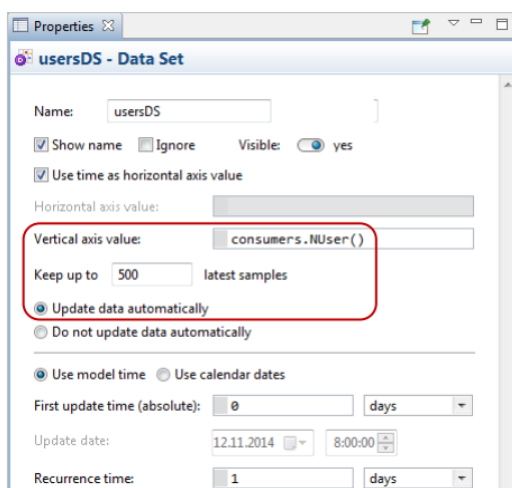

Рисунок 9.2 – Один зразок даних
4. Набір даних зберігає обмежену кількість останніх елементів даних, і ми обмежимо розмір вибірки до 500. Встановіть набір даних на «Зберігати» до 500 останніх зразків. Встановіть для нього значення «Автоматичне оновлення даних» із часом повторення за замовчуванням: додамо одну вибірку даних за один день життя моделі (рис. 9.2).